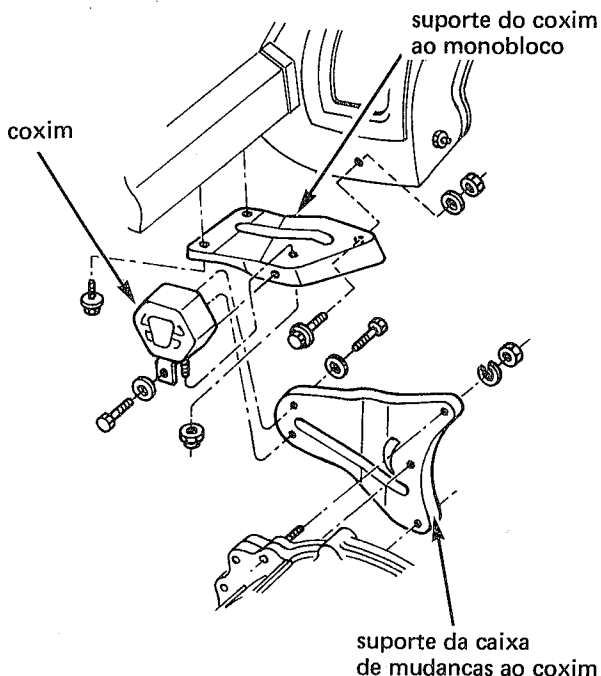

fig. 28
23. Remover os dois parafusos de fixação do suporte traseiro da caixa de mudanças ao respectivo coxim (fig. 28)